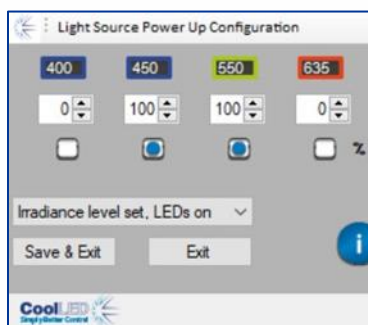
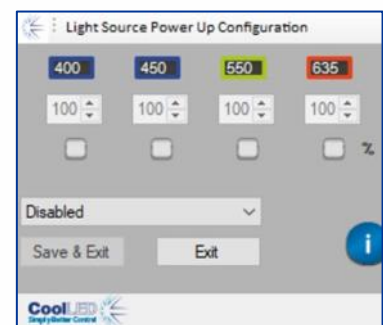

Abbildung 18
Abbildung 20
3. Wählen Sie den Einschaltzustand der Lichtquelle über die Dropdown-Box (siehe Abbildung 18 bis Abbildung 20).